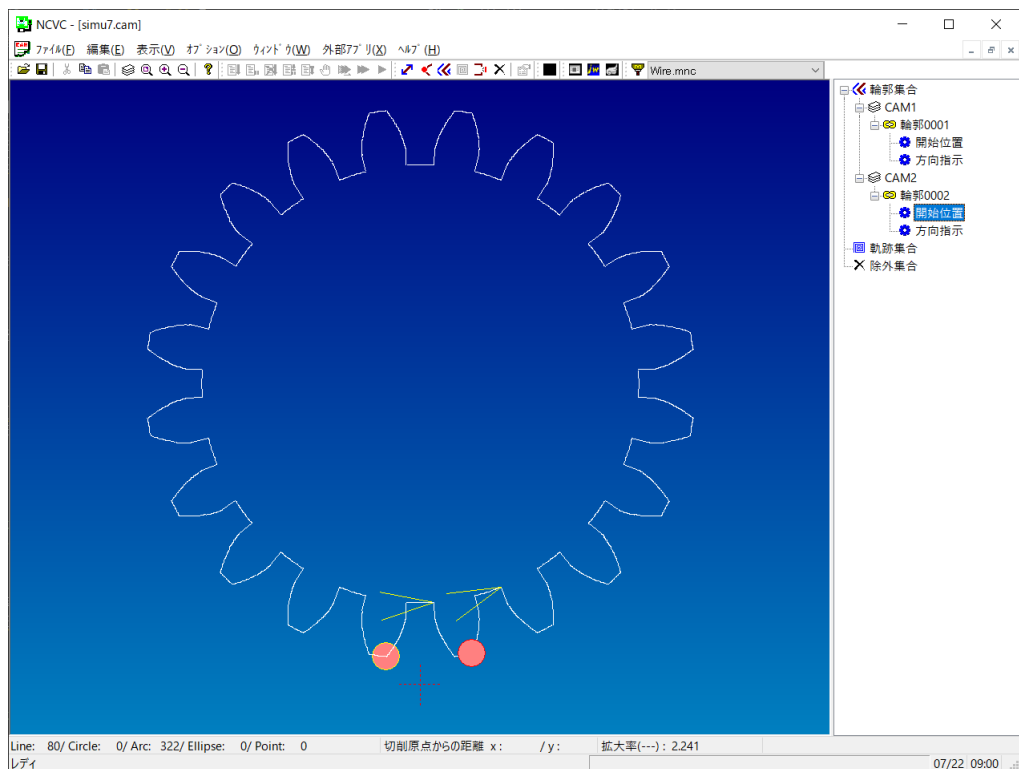

図 2.15 加工開始位置の指示 2
最終的に図 2.15 のように設定してください。切削方向は同じでも CAM1 (XY)、CAM2 (UV) と違う加工開始位置で設定しています。